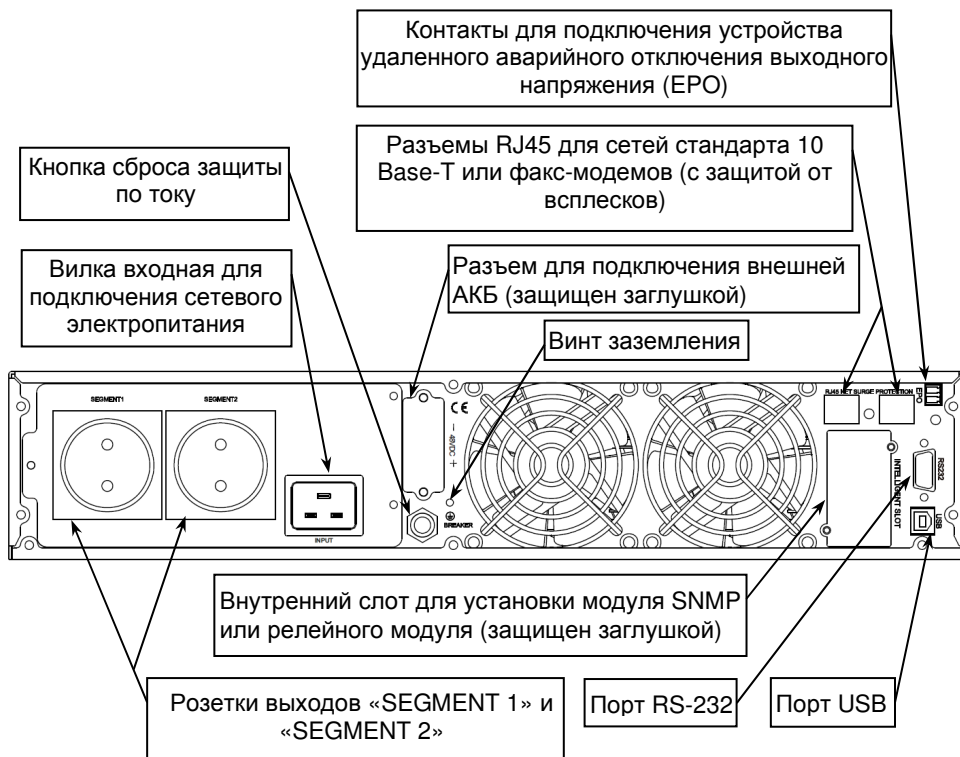

Рисунок 2 – Общий вид задней панели изделия.
**На задней панели изделия** расположены: входной и выходные разъемы, разъем для подключения внешней аккумуляторной батареи, кнопка сброса срабатывания защиты по току (срабатывание защиты происходит при превышении уровня входного тока выше допустимого), вентиляторы охлаждения и разъемы коммутационных портов (см. рисунок 2).
Разместите изделие в шкафу и закрепите его на передних стойках. Соедините винт заземления изделия (см. рисунок 2) с контуром заземления телекоммуникационного шкафа перемычкой заземления (в комплект поставки не входит).
- Подключите к выходным розеткам изделия кабели питания нагрузок (см. рисунок 2).